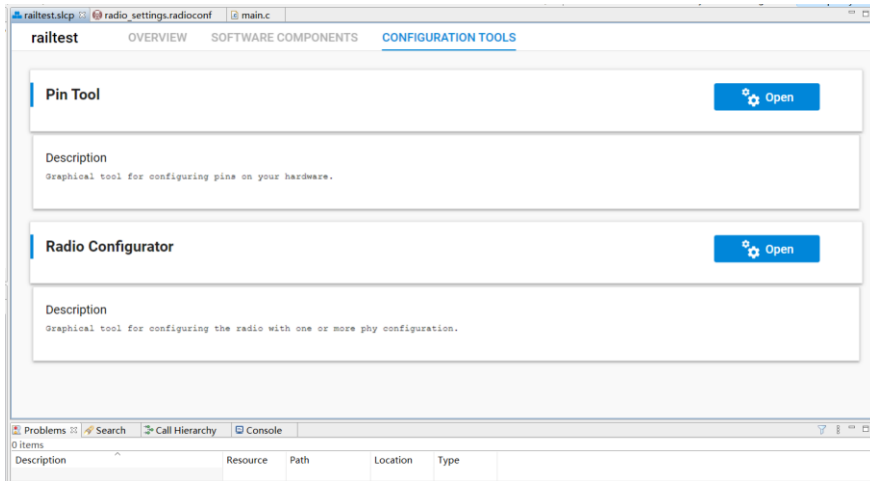

图 30 Configuration Tools
- (3) CONFIGURATION TOOLS：主要有 Radio Configurator 和 Pin Tool，如图 30 所示。